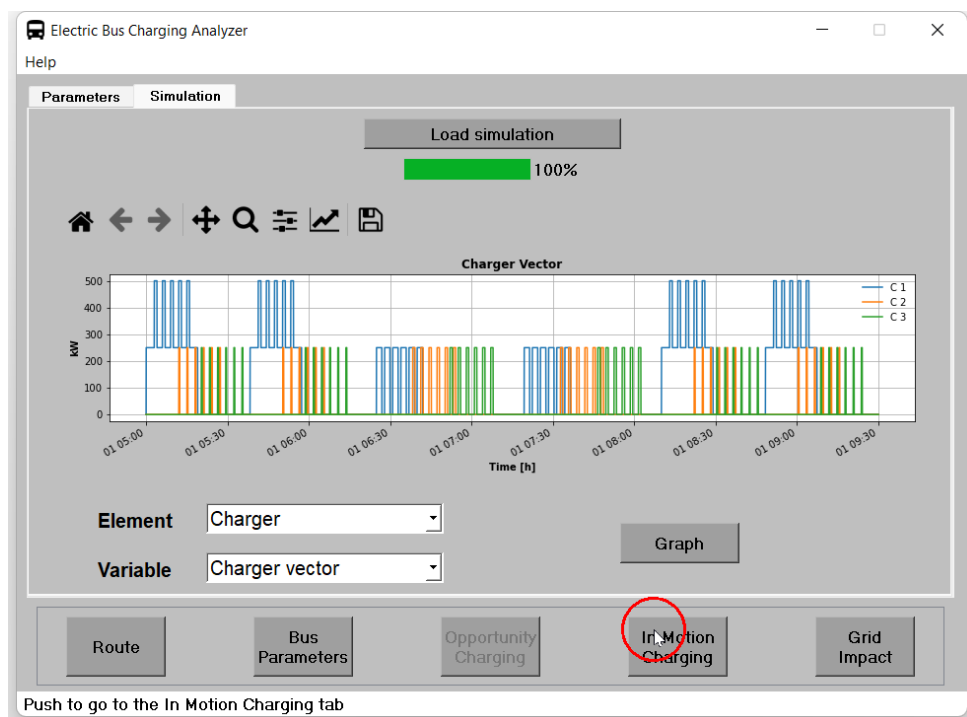

Figura 36: Cambiar de ventana.
7. Finalmente, después se puede pasar a ventana de carga en movimiento presionando el botón **In Motion Charging** como se muestra en la figura 36.